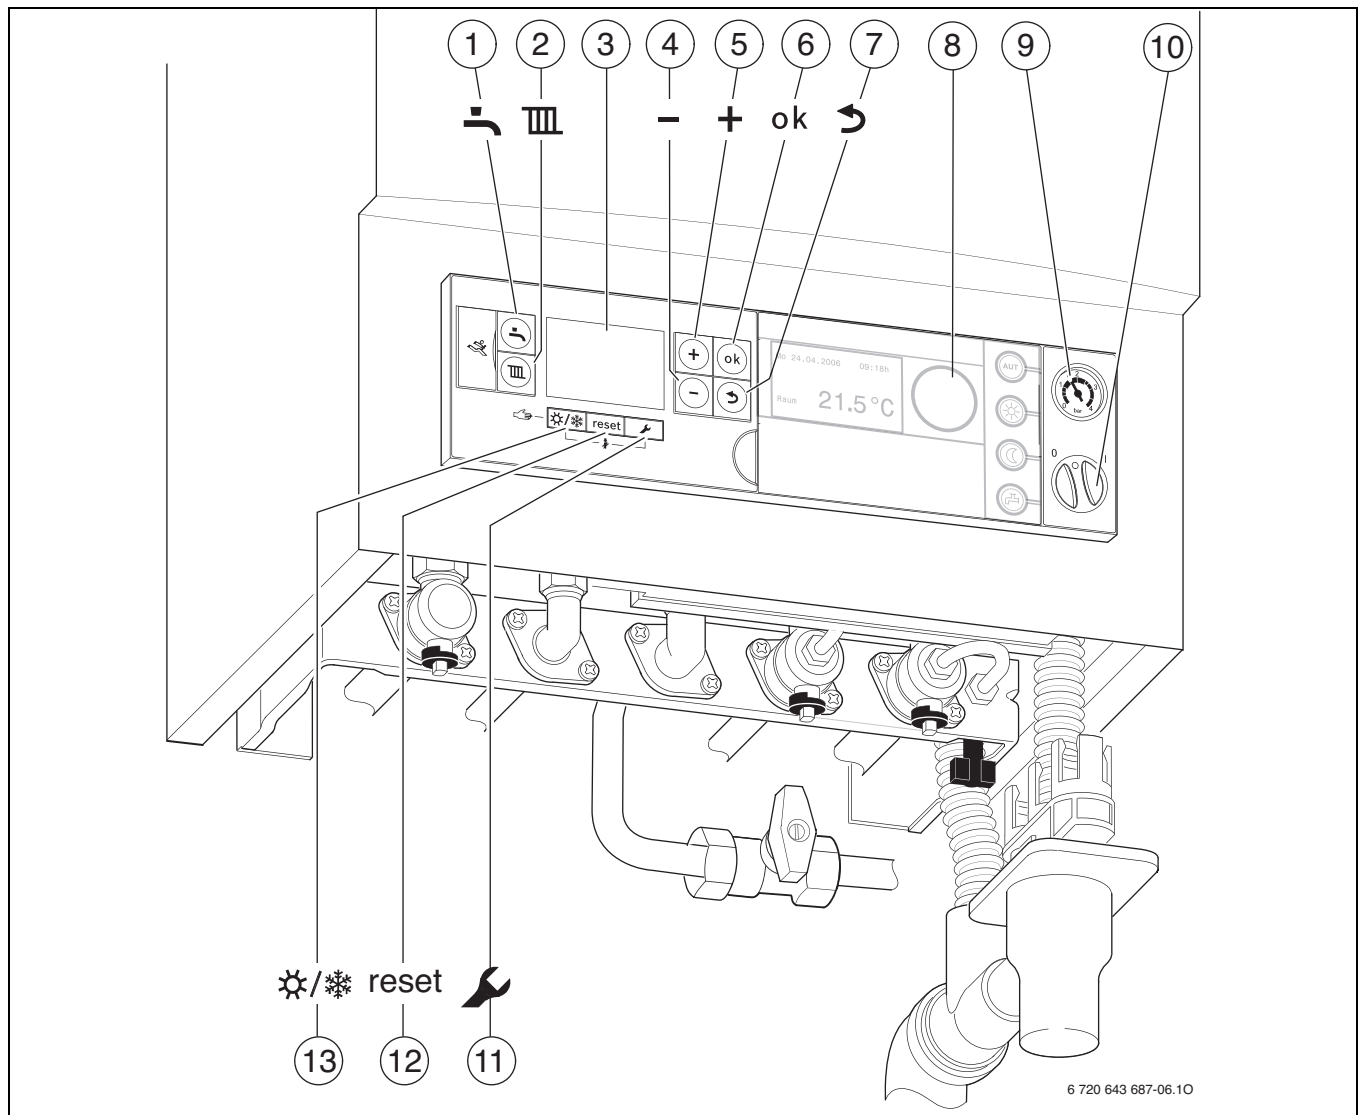

Fig. 6
- Controlador RC35 integrado no aparelho, → fig. 6, [8].